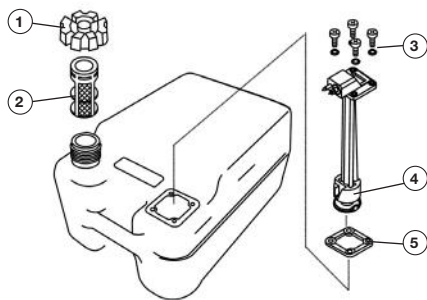

Рис. 57 Обслуживание внешнего топливного бака
1. Открутите крышку 1 топливного бака и извлеките из горловины бака сетчатый фильтр 2 (Рис. 57).
5. Открутите винты 3 крепления топливозаборника и извлеките топливозаборник 4 из бака (Рис. 57).
7. Установите между топливозаборником и топливным баком новую прокладку 5 (Рис. 57).